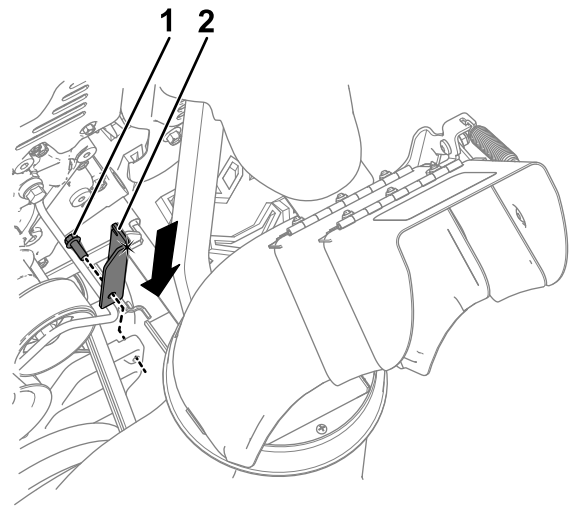

**Bild 2**
3. Lösen Sie die Feder von der vorhandenen Fahrtriebsplatte (Bild 2).